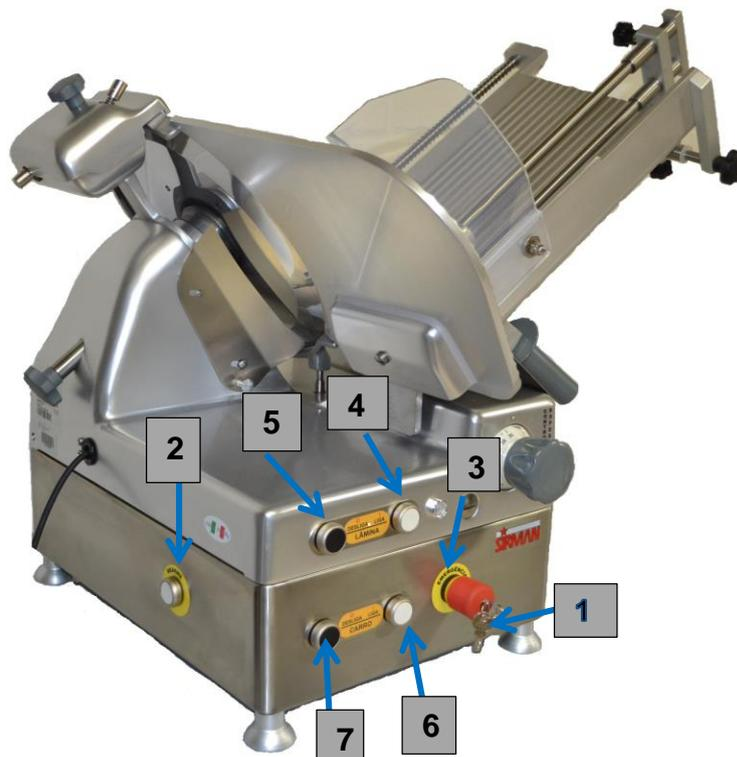

Fig. 17
A máquina é dotada um botão rearme(2), um botão emergência (3) com chave (1), botão liga (4) e desliga (5) para o acionamento da lâmina, botão liga (6) e desliga (7) para o acionamento do carro (quando estiver no modo automático) (Fig. 17).